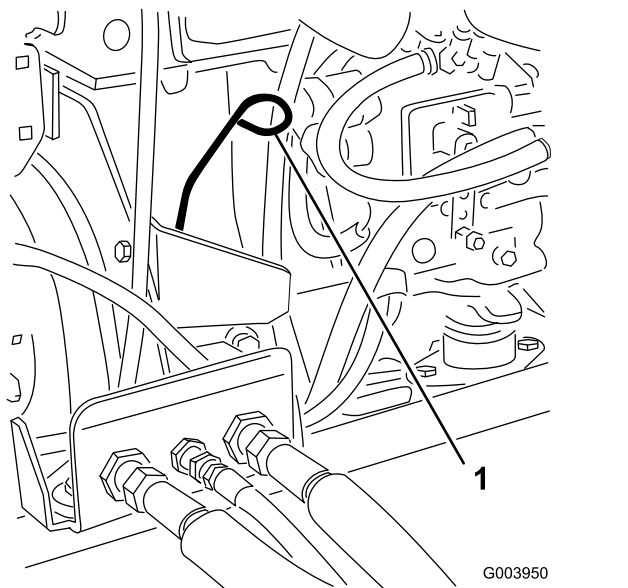

Figura 76
3. Retire la varilla, límpiela, y vuelva a colocarla (Figura 76).